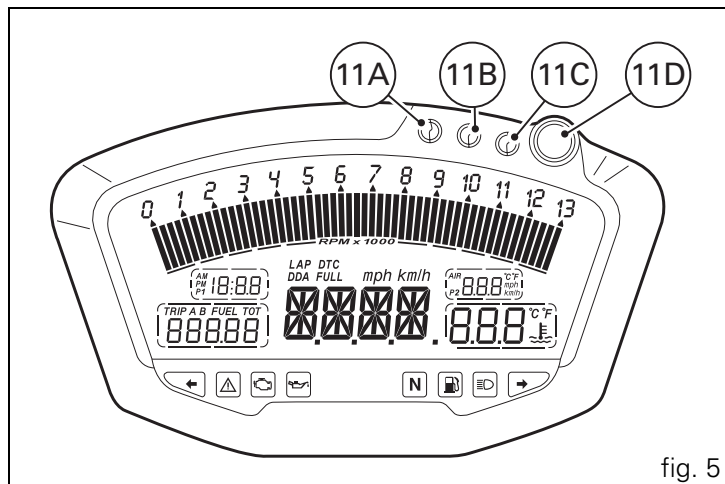

fig. 5
11) **Traction Control light** (fig. 5).